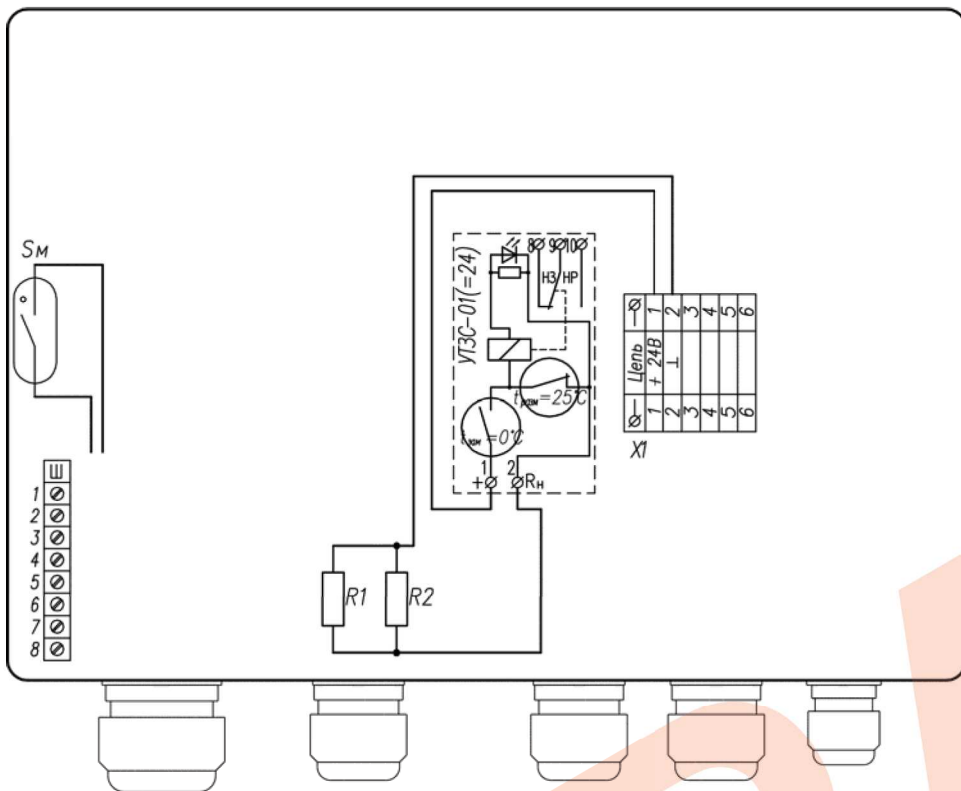
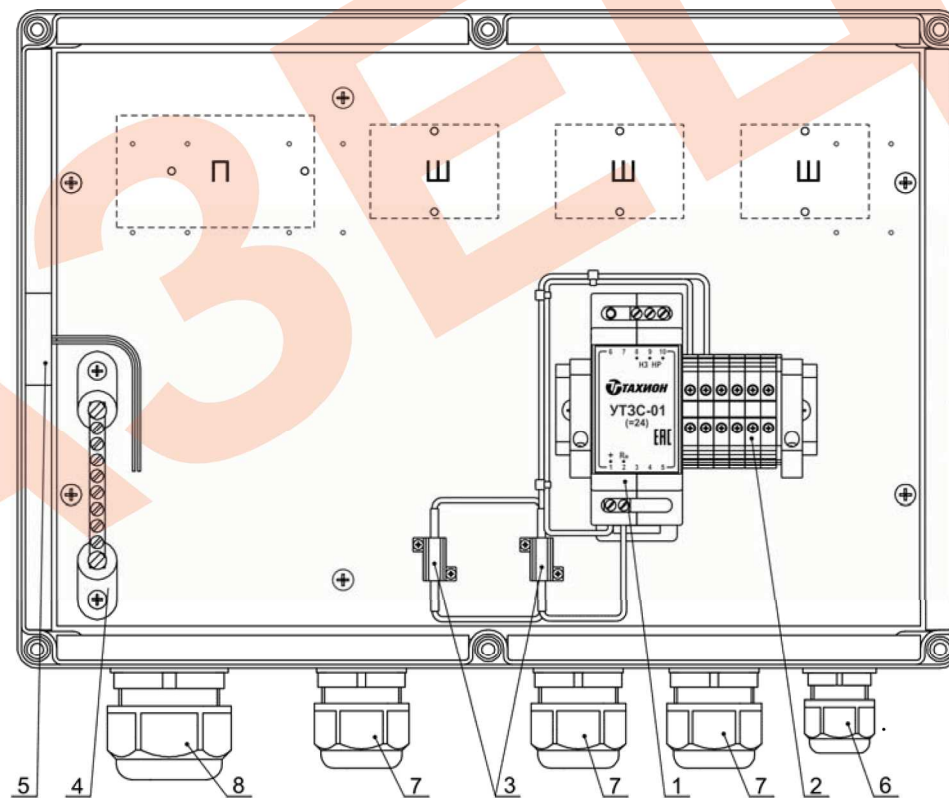

Рис.2 Схема электрическая принципиальная
Рис.1 Устройство КМГО-24-2-5 (крышка не показана)
В состав изделия входят (см. рис.1 и рис.2):
Подключение цепей изделия производится в соответствии со схемой электрической принципиальной рис.2. Для подключения необходимо:
1. Заземлить любой свободный контакт шины заземления Ш (поз.4 рис.1).
3. Подключить магнитоконтактный извещатель Sm (поз.5 рис.1) к внешнему устройству сигнализации.